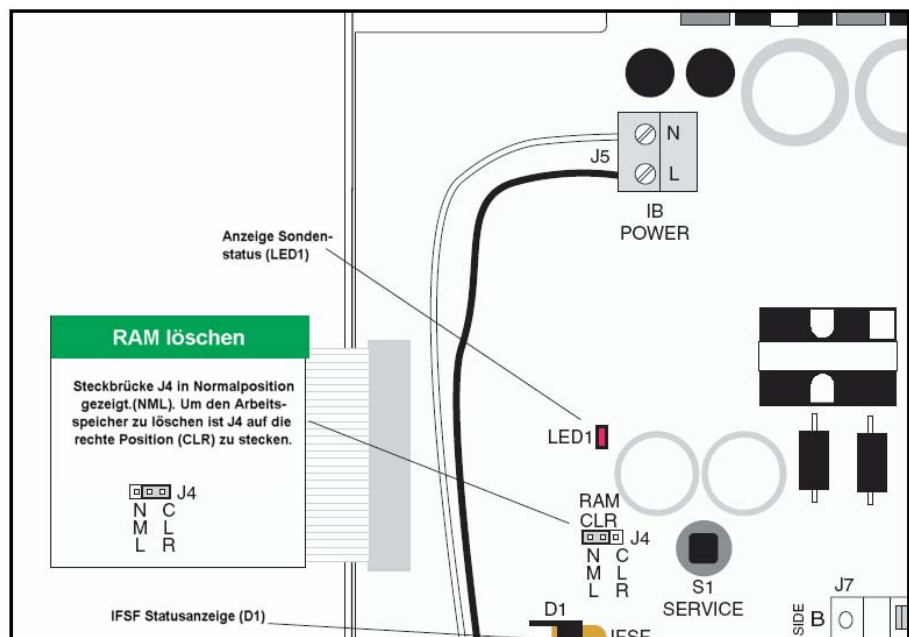

Abb. 3: Arbeitsspeicher löschen
4. Stecken Sie die Steckbrücke J4 auf die Position CLR (siehe auch Abb. 3) und stellen Sie die Spannungsversorgung zum Gerät wieder her.